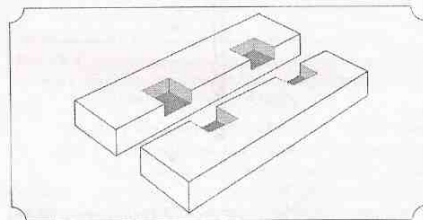

Рис. 16. Нижнюю часть разрезают вдоль оси
2. Нижнюю часть разрезают вдоль оси (Рис. 16).